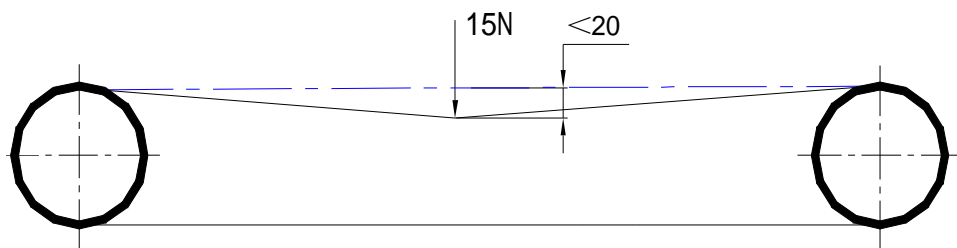

图 4-1 同步带松紧度要求
- b) 同步带应定期进行松紧度调整，同步带松紧度要求见图 4-1。